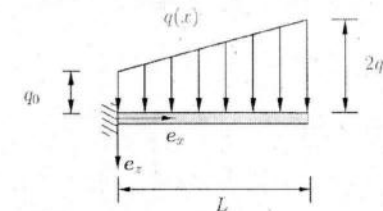

Abbildung 1.2: Durch Streckenlast belasteter, linksseitig eingespannter Balken.
- 1.2) Berechnen Sie für die in Abb. 1.2 dargestellte Streckenlast $q(x)$ die resultierende Kraft F_R sowie das resultierende Moment M_{R0} bezüglich des Ursprungs. **Bestimmen Sie das Ergebnis ohne Integration.** Gegeben sind folgende Größen: $q_0 > 0$ und $L > 0$